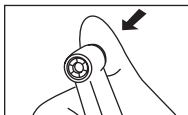

Fig. 1
(1) Fästa
- Tryck på kommandoknappen för att öppna chucken. (Fig.1)